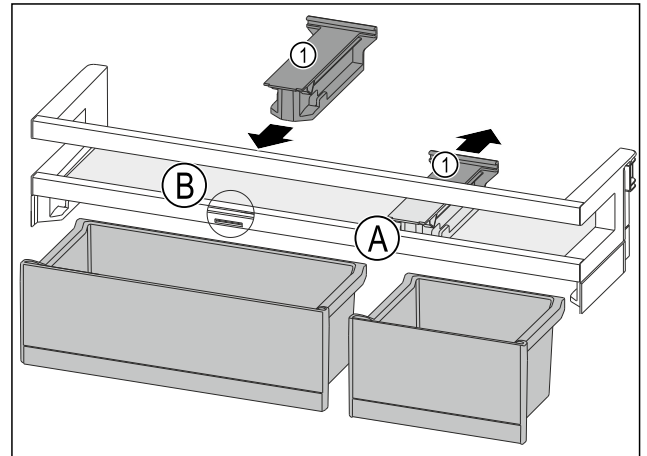

Fig. 173
- Halteteil Fig. 173 (1) in Position Fig. 173 (A) nach hinten abziehen.
- Halteteil Fig. 173 (1) in Position Fig. 173 (B) einsetzen.